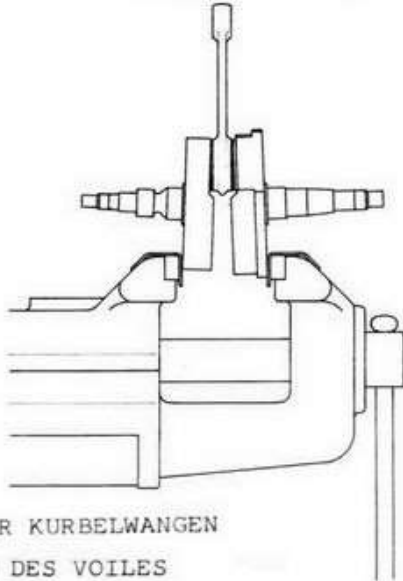

Fig. 53
- 2) Sind die Wangen laut Fig. 53 nicht parallel zueinander, (d.h. Schlag auf Lagersitze) so werden solche auf der gegenüber des Kurbelzapfens liegenden Seite in einem Schraubstock leicht zusammengespannt.
- 2) Si les voiles accusent un défaut de parallélisme selon fig. 53 (faux-rond sur les portées de roulements) effectuer la correction en serrant légèrement du côté opposé au maneton, ceux-ci dans un étau.